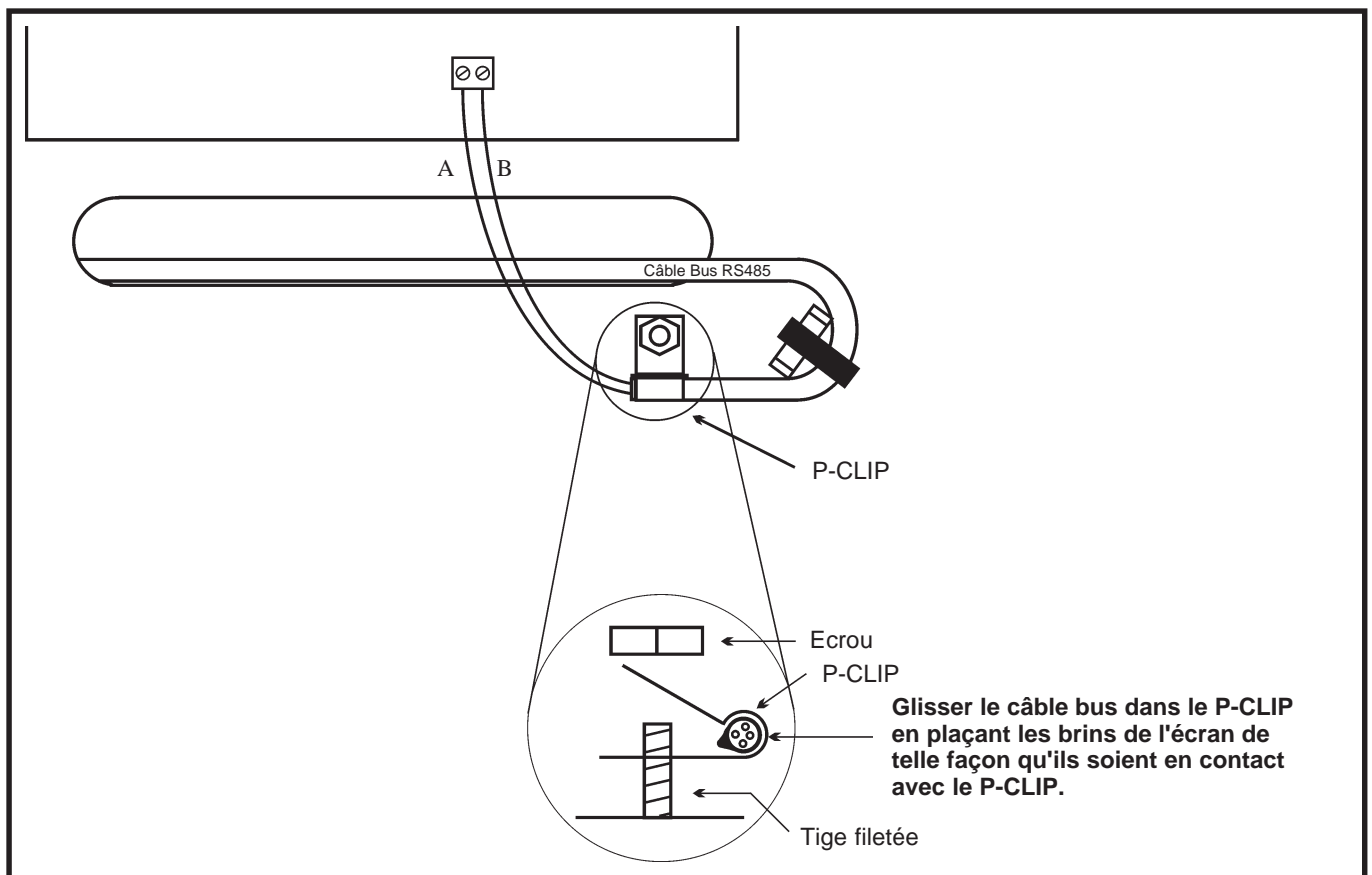

Figure 2-10. Utilisation de l'adaptateur P-CLIP.
2. Câbler les deux lignes depuis les bornes A et B du bus de la centrale, conformément à la figure 2-10.
5. L'écran du câble doit être raccordé au châssis de la centrale en utilisant les colonnettes filetées comme point de fixation (à proximité des fenêtres de passage de câble) et les adaptateurs « **P-clip** », conformément à la figure 2-10 de la page suivante.
6. Le bus RS-485 (AB) doit disposer d'une résistance de fin de ligne de 680Ω aux bornes A et B du dernier périphérique.